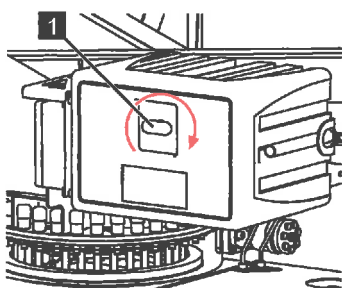

Abb. 213
3. Verriegelung (Abb.213/1) im Uhrzeigersinn drehen und die Klappe nach hinten ziehen.
4. Abdeckkappe auf die Verriegelung (Abb.213/1) drücken.